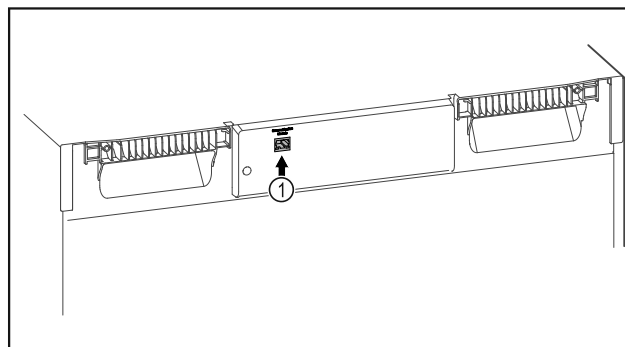

Fig. 99
- SmartModule Fig. 99 (1) se rabi.